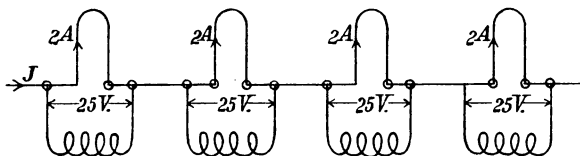

Abb. 137.
265. Eine große Anzahl Glühlampen von 25 [20] (10) V Spannung und 2 [2,5] (3) A Stromverbrauch sind hintereinandergeschaltet (Abb. 137). Parallel zu jeder Lampe liegt eine Drossel-